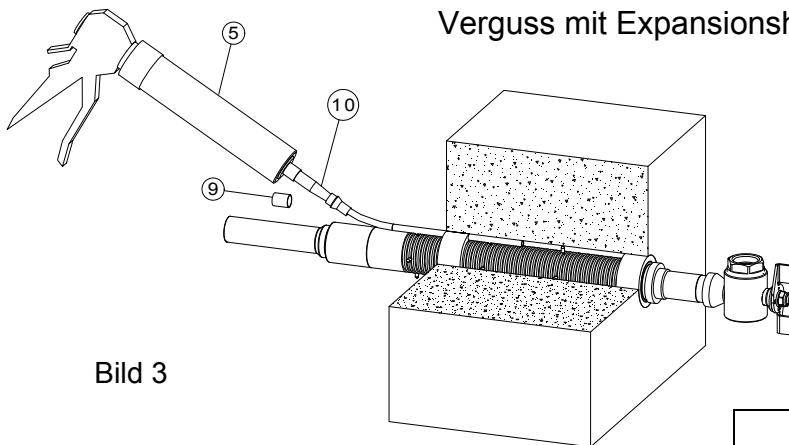

Bild 3
von ca. 1000 mL (2) möglichst vollständig genutzt wird. Zur Begrenzung und Abdichtung während der Einbringung des Expansionsharzes sind selbstklebende Schaumstoffstreifen (6) zu verwenden. Diese sind beidseitig, umlaufend und überlappend auf die HEK zu kleben (Bild 2). Die Stärke des Schaumstoffes ist ggf. durch mehrfaches Umdrehen der Kernbohrung anzupassen. Der Verguss kann von der Außen- oder Innenseite her erfolgen. Dadurch wird die Position des Füllrohres (7) bestimmt. Das Füllrohr wird ca. 50 mm unter den Schaumstoffstreifen geschoben und mit diesem fixiert (Bild 2). Dabei sollte die Lage des Füllrohres auf ca. 11 bzw. 13 Uhr zum Kernbohrungsscheitel liegen. Die so vorbereitete HEK kann dann nach einem Zusammenpressen der Schaumstoffstreifen leicht in die Kernbohrung eingeschoben und ausgerichtet werden. Die Kontrollkappe (8) wird auf das Ende des Füllrohres gesteckt und der Deckel (9) davon zur Seite gelegt. (Bild 3 – S02)
Die DK – Kartusche (2) ist in die Handdruckpistole (5) einzulegen und durch leichtes Gegendrücken der Vorschubstange zu fixieren. Die Verschlusskappe (3) ist abzuschrauben und der Mischstab (4) kräftig einzuschieben (Bild 2). Durch Rechtsdrehung wird dieser auf den innen liegenden Mischer fixiert und aufgeschraubt. Dies erfolgt so lange, bis durch ein hörbares Knacken die unterhalb des Mischers angebrachte Dichtplatte abgesprengt wird. Mit ca. 25 – 35 kräftigen Mischhüben wird das System aktiviert. Der Mischstab ist ganz an das Kartuschenende zurückzuziehen und durch Linksdrehung zu lösen und zu entfernen. Die Düsenspitze (10) ist auf die DK – Kartusche zu schrauben. Das System 308 ist einsatzbereit. Mit der Handdruckpistole (5) ist das Expansionsharz über die Kontrollkappe (8) in den Ringspalt einzubringen (Bild 3). Nach vollständiger Einbringung ist der Deckel (9) auf die Kontrollkappe (8) aufzustecken. Dieser besitzt eine Kontrollbohrung. Aus dieser Kontrollbohrung soll nach vollständiger Expansion des Systems S 308 Expansionsharz austreten (9) (Bild 3).